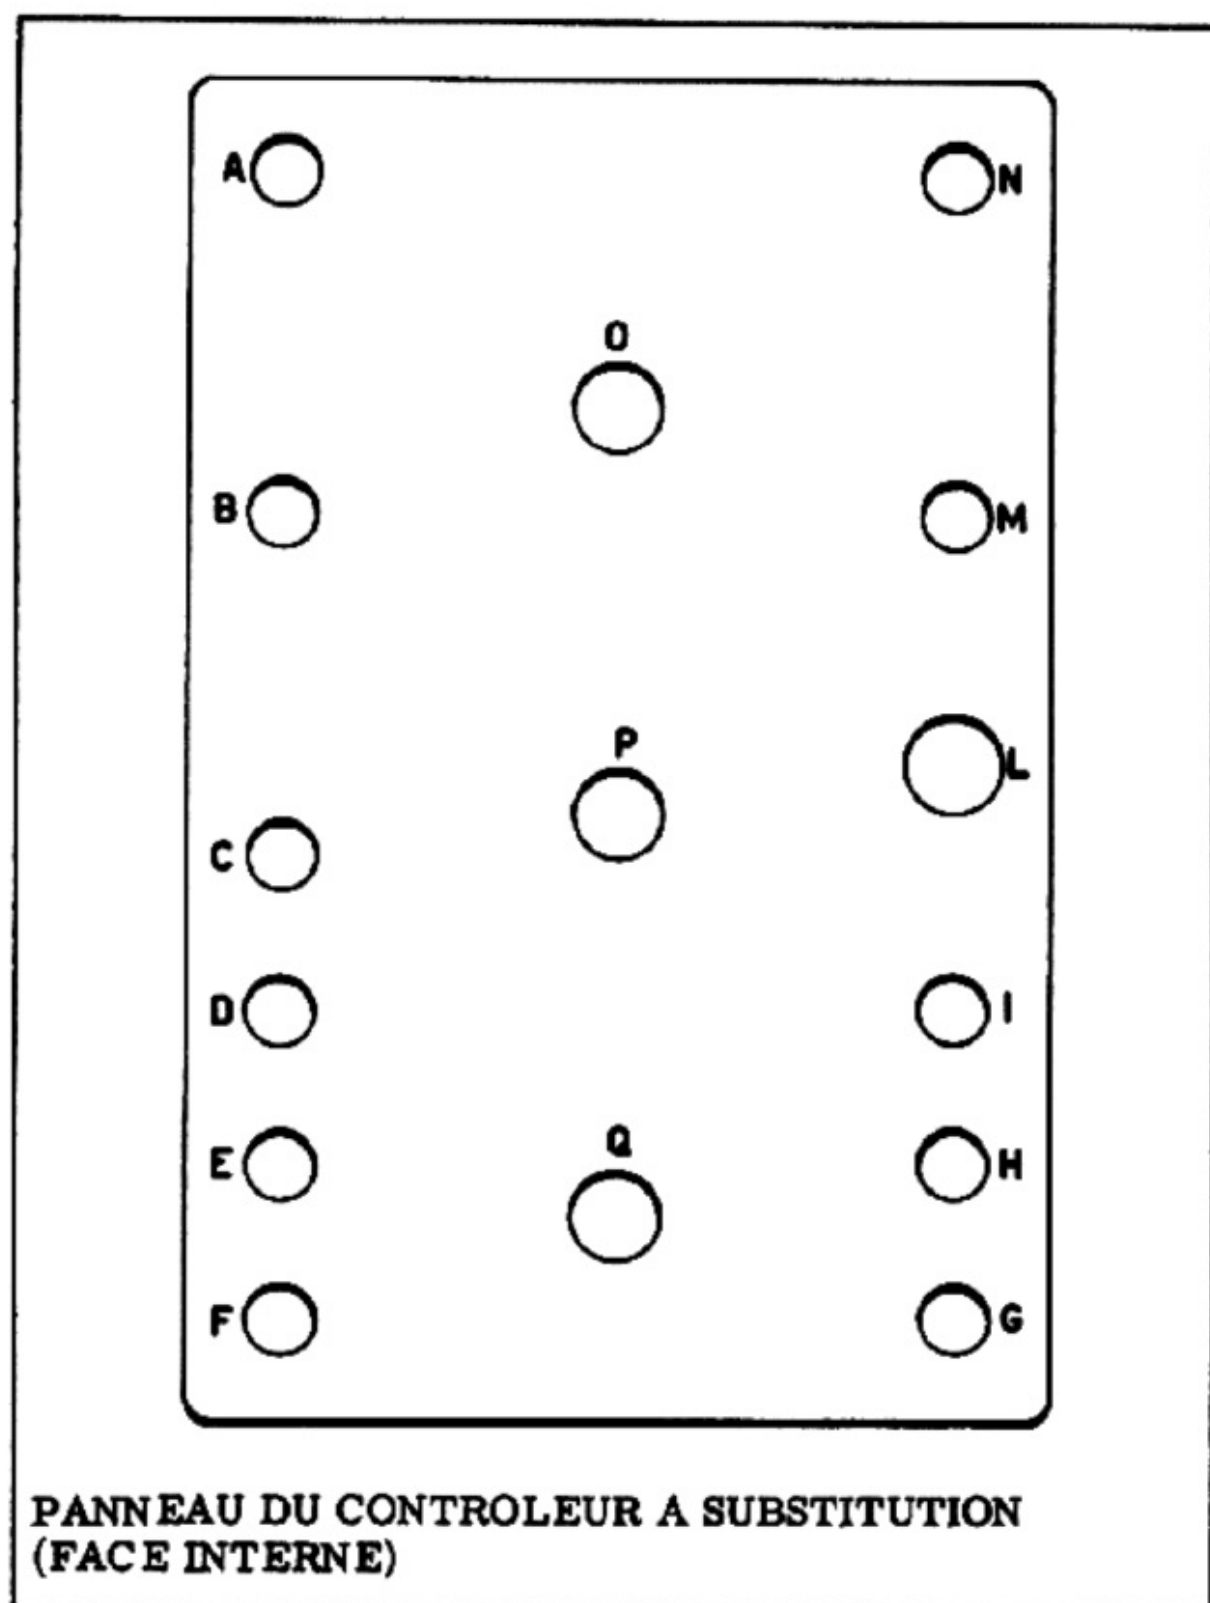

Figure 20
La *figure 20* montre la face intérieure du panneau : les ouvertures sont repérées par des lettres de l'alphabet ; les opérations de fixation des douilles et des autres composants en seront facilitées.
a) Posez le panneau sur la table dans la position montrée par la *figure 20*.